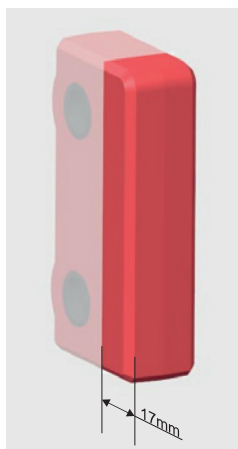

Bild 13
- Der CSMS und der Betätiger dürfen nicht bündig in metallischen Materialien eingebaut werden. Ein Abstand von 17 mm ist einzuhalten (siehe Abb. 13).